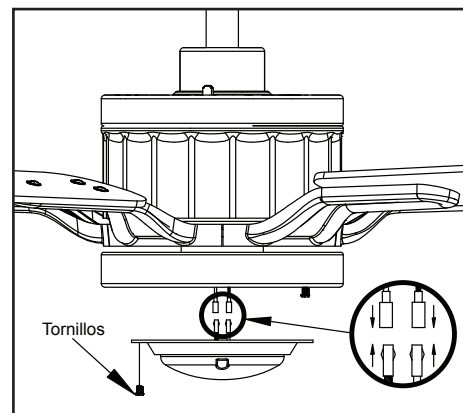

Figura 17
3. Quita un tornillo de la carcasa del kit de luces y afloja, pero no quites, los otros dos. Conecta los cables del conjunto del soporte del kit de luces a los cables del conjunto motor-ventilador uniendo los enchufes moldeados del adaptador. Coloca con cuidado todos los cables y empalmes dentro de la caja del interruptor. (Figura 17)
4. Empuja el conjunto del soporte del kit de luces hacia arriba de manera que las cabezas de los dos tornillos aflojados encajen en las ranuras tipo ojo de cerradura. Gira el conjunto del soporte del kit de luces hacia la derecha y aprieta los tornillos. Vuelve a instalar el tornillo que retiraste en el paso 3 y apriétalo firmemente. (Figura 17)